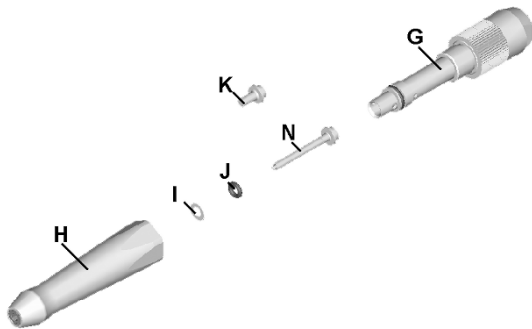

Abb. 4 Wechsel des Schreibstiftes
- Die Hülse (H) abschrauben und den Stößel (K) aus der Steuerhülse (G) nehmen.
- Das Ventilgehäuse mit Steuerhülse (G) aufrecht halten und Schreibstift (N) aufsetzen;
- O-Ring (J) und Beilagscheibe (I) auf 3-mm-Schaft des Schreibstiftes (N) schieben,
- Hülse (H) in senkrechter Stellung aufschrauben und leicht anziehen (siehe Abb. 4)